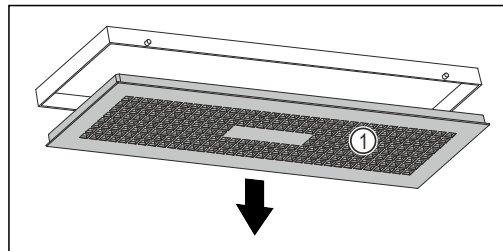

Fig. 161
- Nádržku na vodu pomalu otočte směrem dolů a přitom držte kryt Fig. 161 (1).
- Kryt Fig. 161 (1) odeberte.